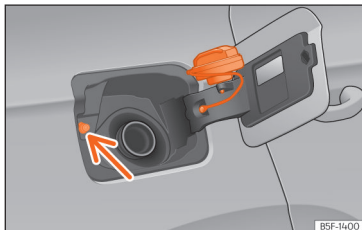

Fig. 202 Tapa del dipòsit amb el tap encaixat.
- Poseu-lo en l'espai que hi ha a la frontissa de la tapa oberta » » » fig. 202.
No toqueu el botó de bloqueig de la tapa de combustible »» fig. 202 [fletxa]. El sistema entendrà que heu acabat i no podreu seguir fent gasolina. Torneu a prémer la tecla  de la porta del conductor per continuar.